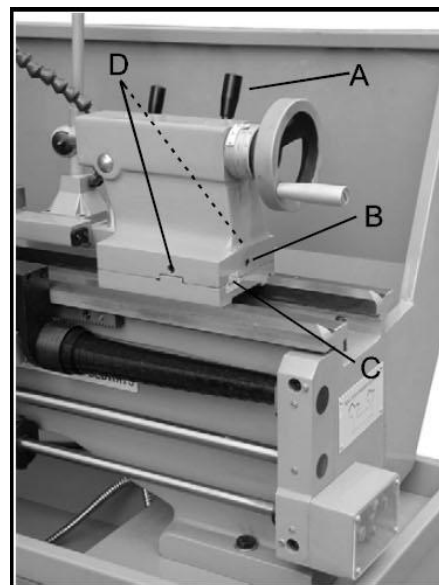

Рис. 24
1. Заблокируйте заднюю бабку в нужном положении путем подъема рукоятки устройства блокирования (А, Рис. 24).
2. Ослабьте установочный винт (В, Рис. 24) на правом торце задней бабки.
3. В качестве альтернативы ослабляйте и затягивайте передний и задний установочные винты (D, Рис. 24) до тех пор, пока шкала не покажет нужную величину смещения. (С, Рис. 24)
4. Затяните установочный винт (В, Рис. 24) на правом торце задней бабки, чтобы зафиксировать установку.